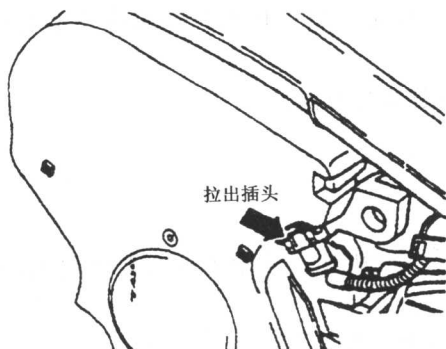

图 1.25 从霍尔传感器拉出插头
(4) 拆下进气温度传感器和节气门控制单元插头, 再从霍尔传感器上拆下(拉出)插头, 如图 1.25 所示。